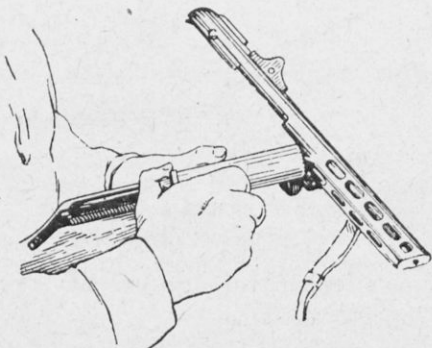

Рис. 36. Как вставить затвор со стержнем и амортизатором в затворную коробку
3. Вставить затвор с возвратно-боевой пружиной, направляющим стержнем и амортизатором в затворную коробку (рис. 36) так, чтобы задний конец направляющего стержня вошёл в гнездо затворной коробки; оставив затвор в крайнем переднем положении, отвести амортизатор назад доотказа.